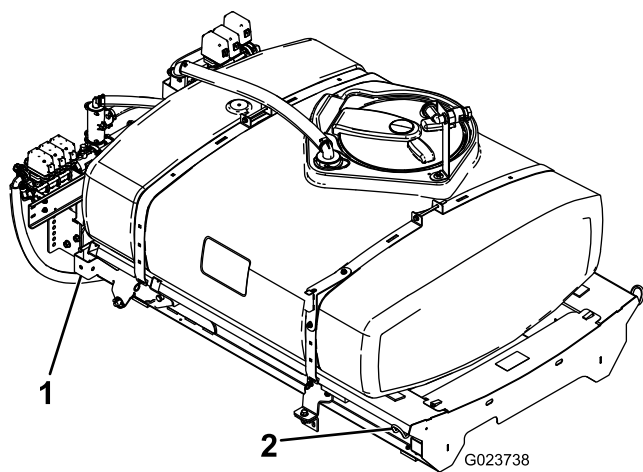

Figura 9
1. Usando un mezzo di sollevamento, alzate il gruppo del telaio di supporto del serbatoio (Figura 9) e posizionate sopra il telaio del veicolo con la pompa e i gruppi valvola rivolti verso la parte posteriore.